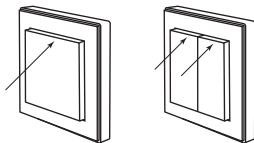

Рисунок 5. Подключение радиовыключателей PB1, PB2 к приемнику РЗК
- Для подключения радиовыключателя PB1 к приемнику необходимо нажать в этот промежуток времени на кнопку «включение» (верхняя часть клавиши радиовыключателя) (рисунок 5).
- Для подключения PB2 необходимо нажать на кнопку «включение» того канала, к которому необходимо подключить приемник (рисунок 5).